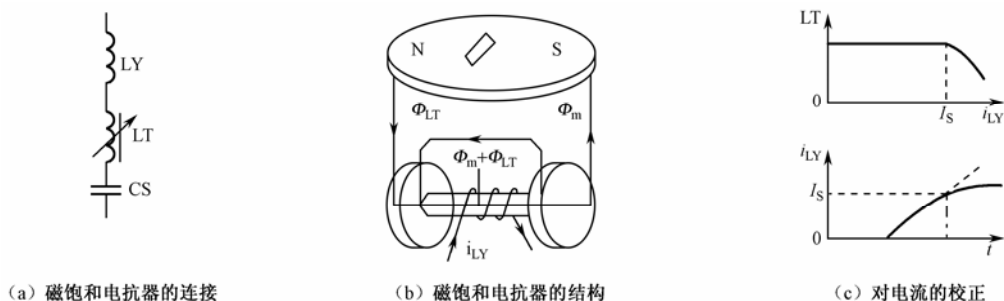

图 4-11 磁饱和电抗器及校正作用
(4) 行输出电路的失真与校正 行扫描电路因电阻分量（LY 的直流电阻、行输出管和阻尼二极管的导通电阻）、显像管曲率半径远大于行电子偏转半径而引起行锯齿波电流 i_{LY} 线性不良，造成图像两边压缩或拉长。实际电路中通常在 LY 支路串入磁饱和电抗器（又称行线性线圈）LT 和无极性电容器 CS 校正行输出电路的失真。如图 4-11 所示。